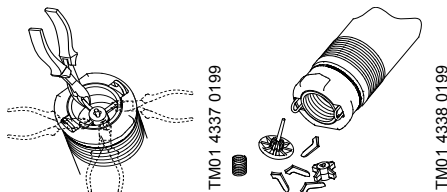

Fig. 7
1. Cortar as guias da válvula de retenção utilizando um alicate de corte ou ferramenta similar, ver fig. 7.